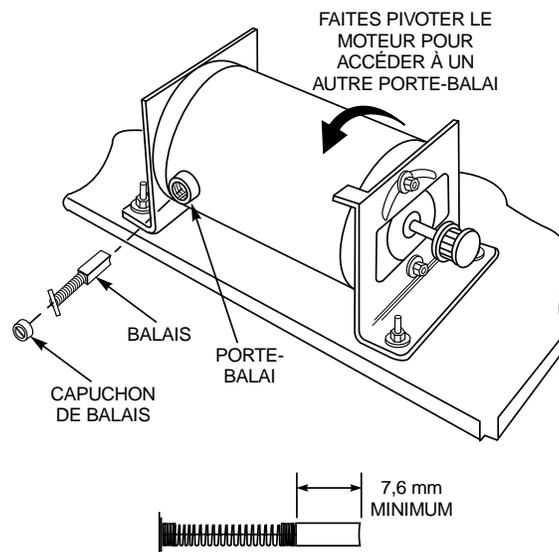

Figure 15. Contrôle et changement des balais
3. Reportez-vous à la figure 15 et enlevez les capuchons de balais.